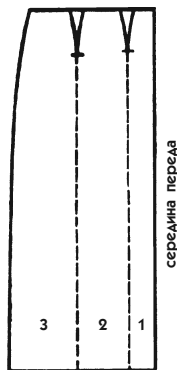

Рис. 323
2. Распределите вытачку основы на 2 вытачки длиной по 8 см вдоль линий, обозначающих складки (рис. 323).